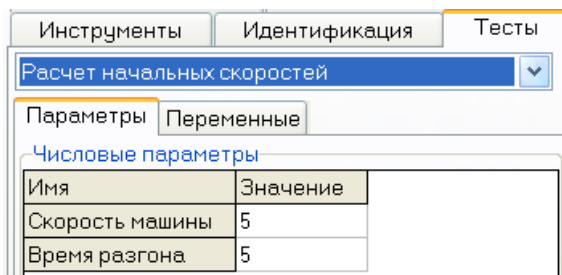

Рис. 54 Параметры теста «расчет начальных скоростей»
1) Выберите соответствующий тип теста и назначьте скорость теста и время разгона до этого значения, рис. 54.